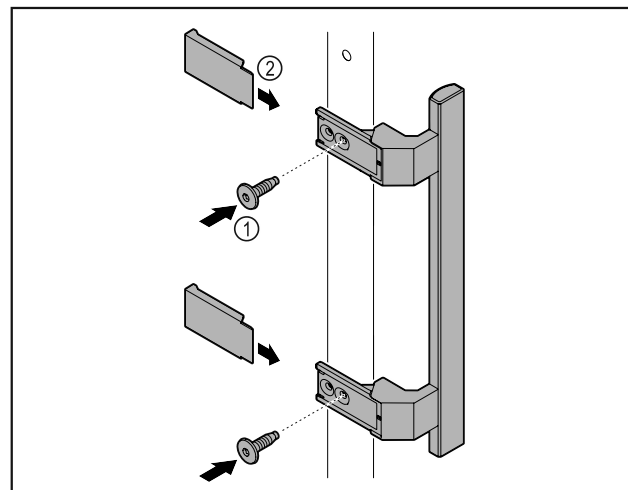

Fig. 2
► Установите на двери ручку из набора принадлежностей, используя прилагающиеся винты Fig. 2 (1).
► Установите крышку Fig. 2 (2).